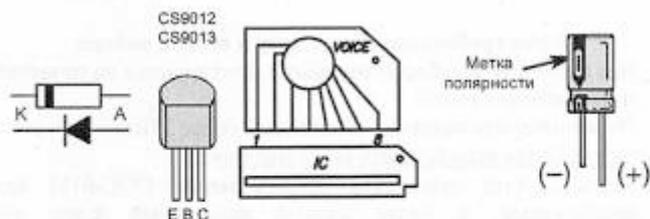

Рис.4 Цоколевка элементов
**ПРИМЕЧАНИЕ:** Микросхема DA1 устанавливается в паз на печатной плате. Цоколевка элементов показана на рис.4.